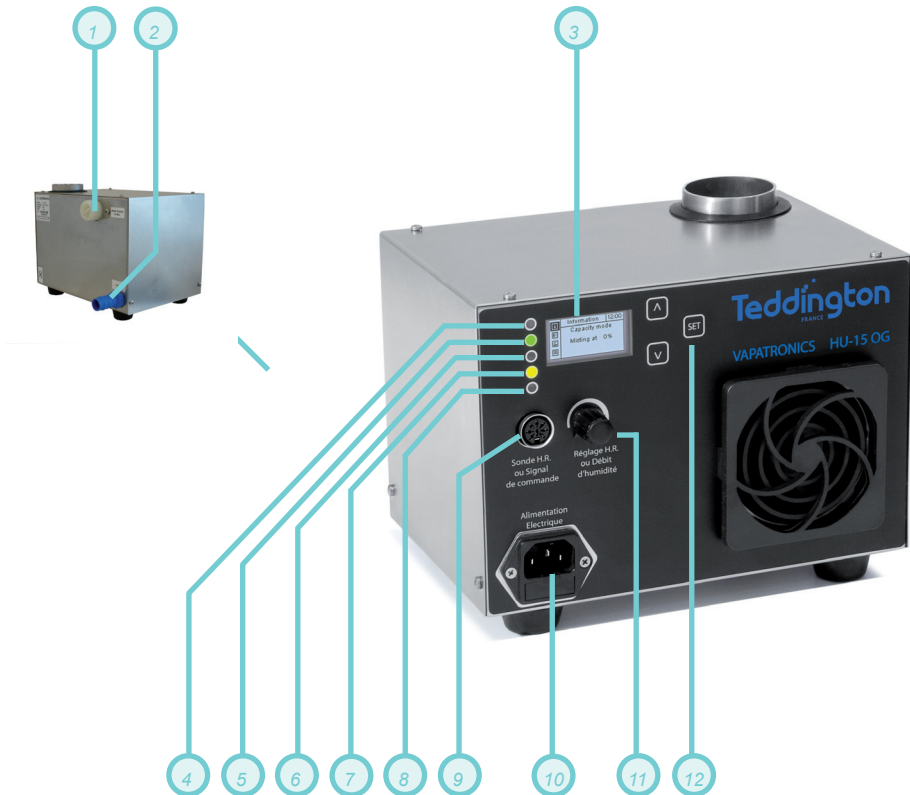

Figure 1 Raccordements et fonction
**En cas de surchauffe de l'humidificateur, celui-ci se coupe et lorsqu'il est refroidi, il se réactive automatiquement. En cas de surchauffe, la LED « alarme » s'allume. (Voir fig. 1/8).**